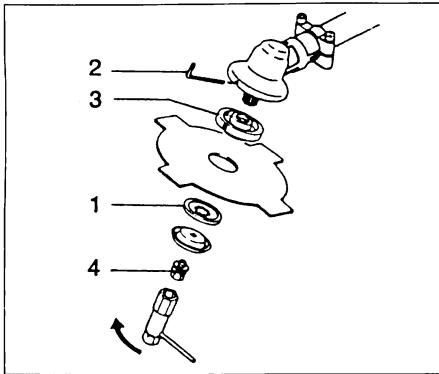

Fig. 1-10
(En) Installation of cutting blade (Fig. 1-10, 10B)
(Fr) Installation de la lame de coupe (Fig. 1-10, 10B)
(It) Montaggio della lama (Fig. 1-10, 10B)
(Fig. 1-10, 10B)**
**(Sp) Montaje de la cuchilla (Fig. 1-10, 10B)
**(Sw) Montering av röjsågsklinga (Fig. 1-10, 10B)